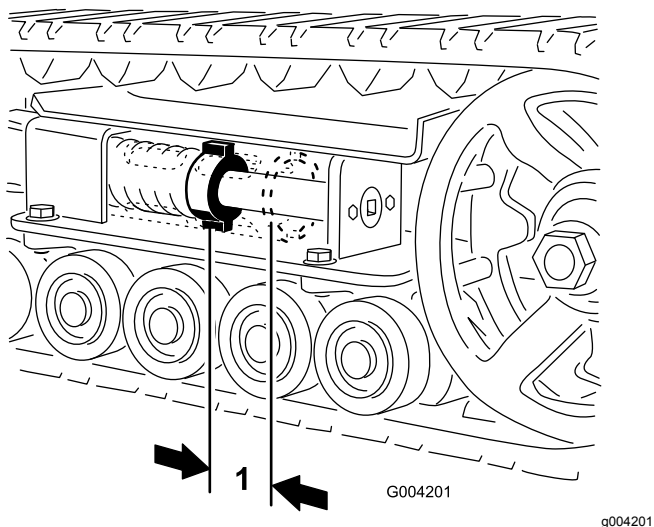

**Figura 47**
4. Togliete il bullone di bloccaggio e il dado (Figura 47).
6. Allineare l'intaglio più vicino della vite di tensione al foro del bullone di bloccaggio e fissare la vite con il bullone di bloccaggio e il dado (Figura 47).
5. Utilizzando un cricchetto di trasmissione da ½", rilasciate la tensione di trasmissione ruotando la vite di tensione in senso orario (Figura 47 e Figura 48).
5. Utilizzando un cricchetto di trasmissione da 1/2", rilasciate la tensione di trasmissione ruotando la vite di tensione in senso orario (Figura 47 e Figura 49).